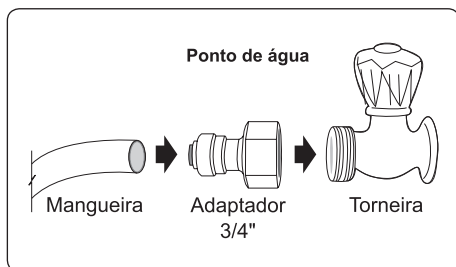

Figura 1
1. Conecte o adaptador 3/4" no ponto de água (Figura 1).
2. Encaixe a mangueira no adaptador (Figura 1) até que a ela atinja o final de curso dentro do adaptador.